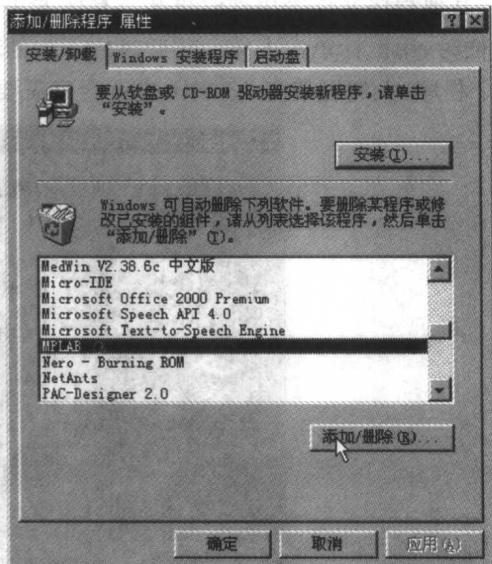

图 1.5 “添加/删除程序”对话框
- ① 运行 MPLAB 自带卸载程序 C:\Program Files\Mplab\unwise32.exe；
- ② 使用菜单命令：“开始”→“程序(P)”→Microchip MPLAB→UNWISE32；
- ③ 利用 Windows 98 中的工具。首先选择“开始”→“设置”→“控制面板”，打开“控制面板”窗口；单击其中的“添加/删除程序”图标，打开如图 1.5 所示对话框；选中将被拆除的 MPLAB 后，单击“添加/删除(R)”按钮即可。